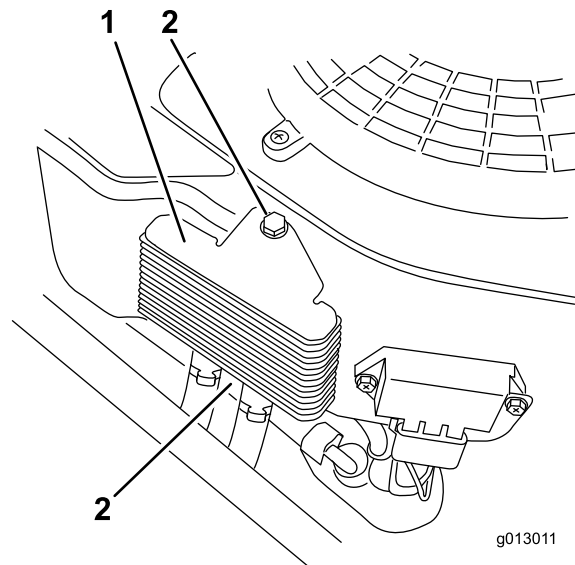

Figura 69
2. Retire los pernos que sujetan el enfriador de aceite a la carcasa del motor (Figura 69).